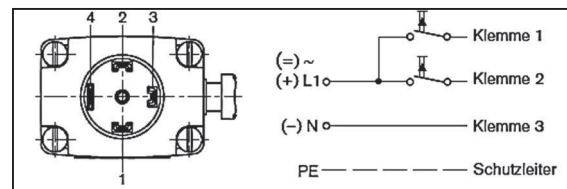

Abbildung 22: Elektrischer Anschluss - Impulsausführung (CF 02)
- Wie in Abbildung 22 (S. 28) anschließen. Impuls auf Klemme 1 schließt das Ventil, Impuls auf Klemme 2 öffnet das Ventil.